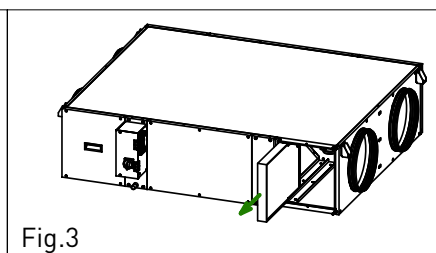

Fig.3
4. Effectuer le raccordement électrique de la carte de contrôle et la réinsérer à l'intérieur de l'armoire électrique en la faisant glisser le long des guides (Fig.3).
5. Tourner le by-pass comme indiqué (fig.3 et 4).
- Retirer l'échangeur de chaleur jusqu'à ce qu'il soit complètement retiré de l'unité (Fig.3).
- Retirer la plaque et une fois à l'extérieur, démonter le ventilateur et le remplacer (Fig.3).